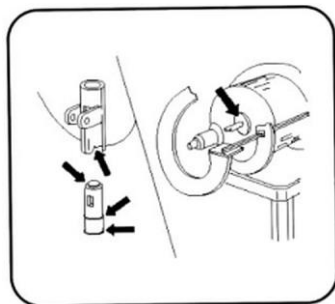

Fig. 14
15. Le aree contrassegnate nella fig. 14 devono essere inumidite con acqua ogni giorno o dopo ogni pulizia accurata.